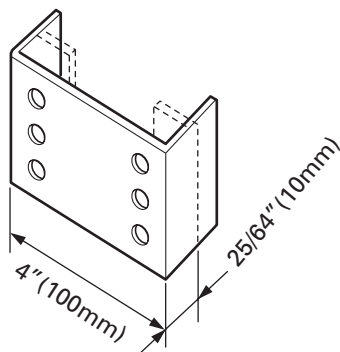

Fig. 9
- Luego doblar de nuevo ambos extremos de la forma indicada en la Fig. 9 el papel de lija estará ahora listo para ser instalado en la lijadora.